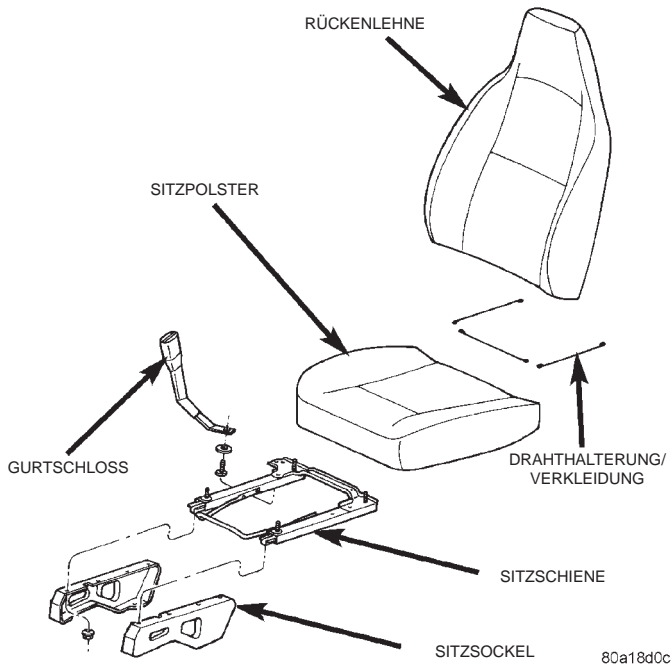

Abb. 53 Gurtschloß
- (1) Befestigungsschraube lösen, mit der das Gurtschloß an der Sitzschiene/dem Sitzsockel befestigt ist (Abb. 53).
- (2) Kabelbaum-Steckverbinder des Sicherheitsgurts abklemmen (nur Fahrersitz).
- (3) Gurtschloß aus dem Fahrzeug nehmen.